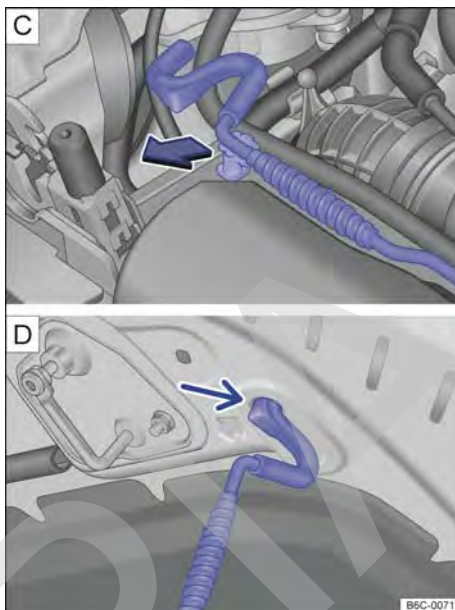

Fig. 146 C Varilla de sujeción de la tapa del compartimento del motor. D Tapa del compartimento del motor apoyada en la varilla de sujeción.
- Retirar la varilla de sujeción del soporte en el sentido de la flecha → fig. 146 C y colocarla en la abertura de la tapa del compartimento del motor → fig. 146 D. ▶
- Retirar la varilla de sujeción del orificio → fig. 146 y encajarla en el soporte del cierre → fig. 146 .